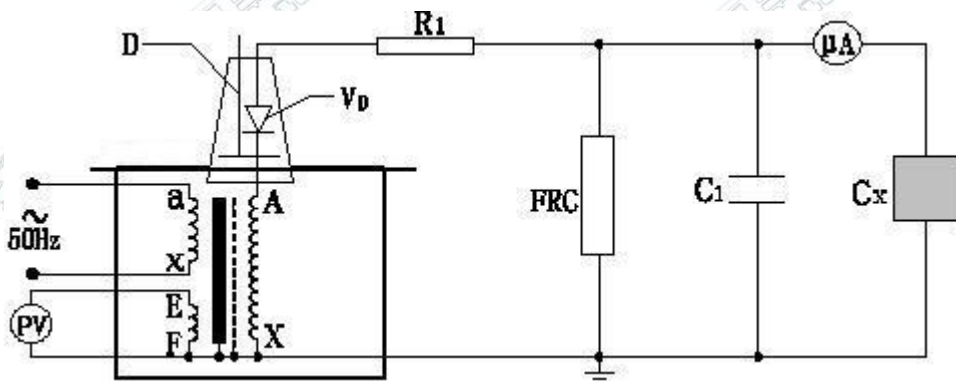

图 6 被试品工频耐压试验接线图
1.YDJ (Z) 系列交流试验变压器做被试品的工频耐压试验使用接线原理图见图 6。
侧接入 FRC 阻容分压器来测量电压(见图 6)。